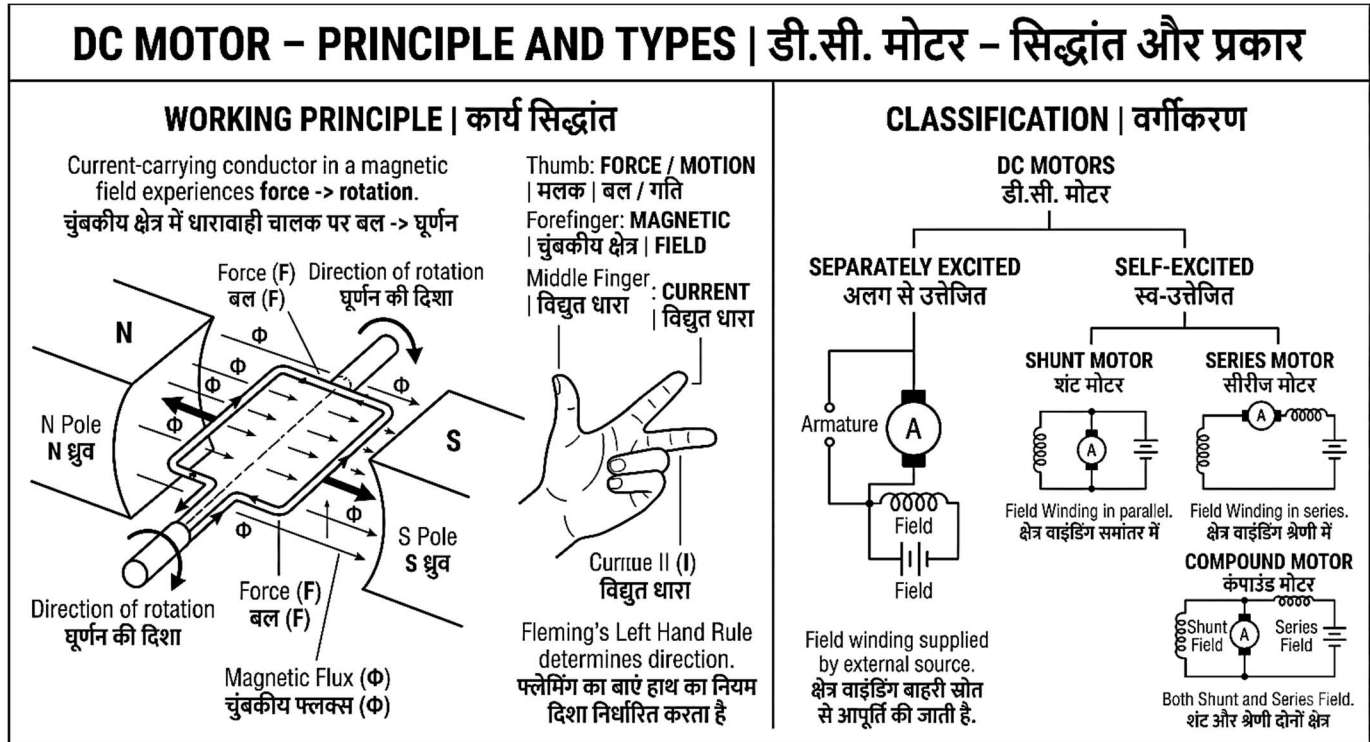

Fig. 2.2: DC Motor – Principle and Types | डी.सी. मोटर – सिद्धांत एवं प्रकार
2.2.1 Introduction (Fig. 2.2)
2.2.1 परिचय (Fig. 2.2)